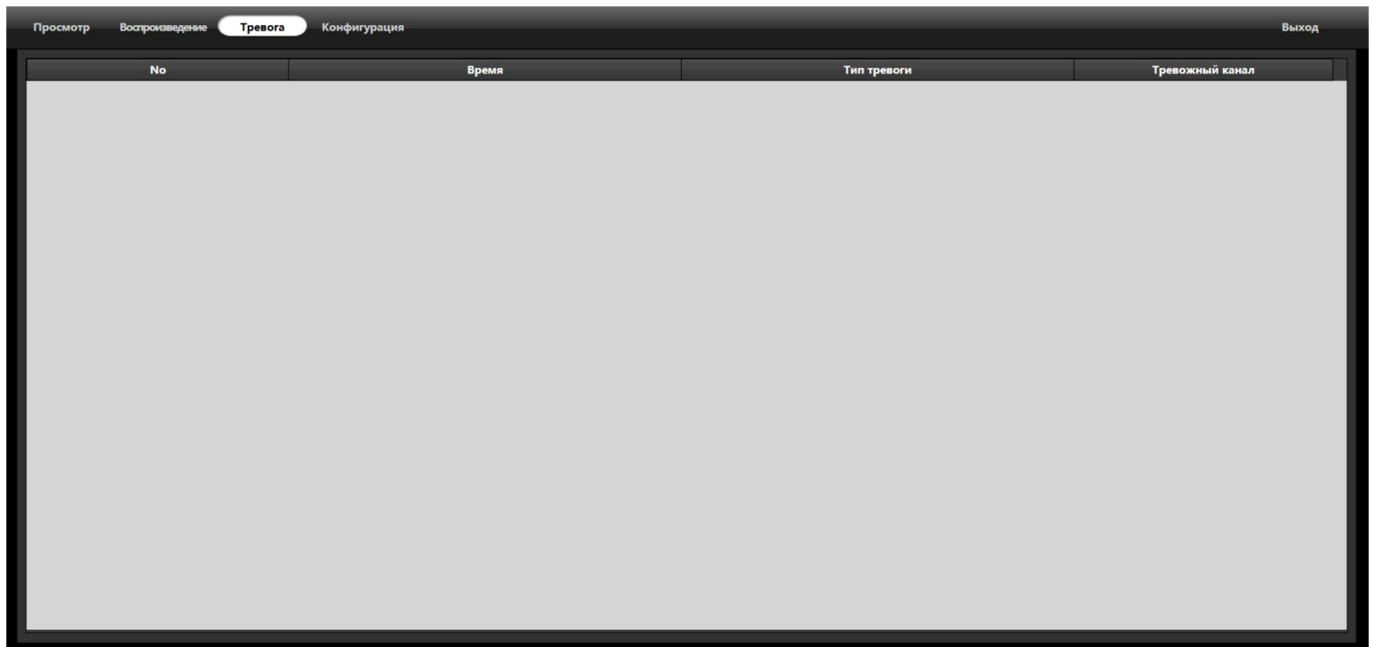

Рис. 3.4.1 — Окно отображения тревог.
3.4. Окно отображения тревог (рис. 3.4.1).